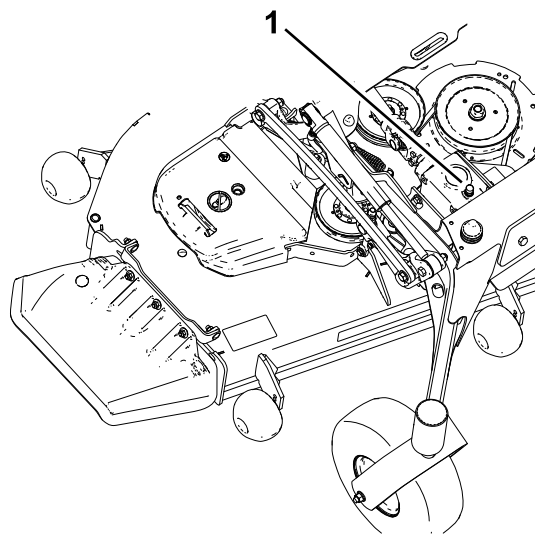

Figura 55
5. Retire la varilla/tapón de llenado de la parte superior de la caja de engranajes y asegúrese de que el lubricante está entre las marcas de la varilla (Figura 55).